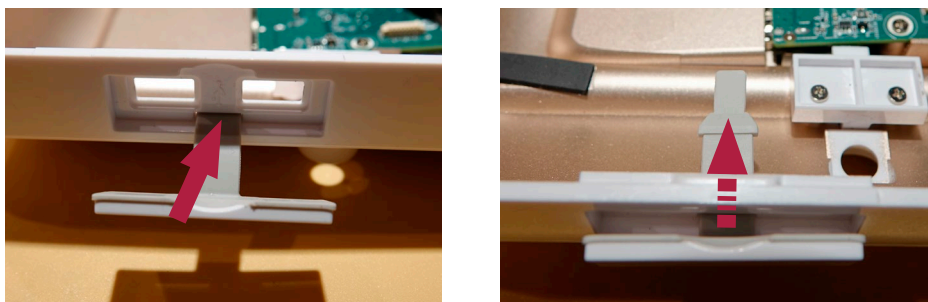

Figure 26 - Installation d'un nouveau capuchon USB
- b) **Insérer le nouveau capuchon USB depuis l'extérieur du boîtier. Pousser doucement l'articulation flexible pour la mettre en place à l'aide d'un tournevis plat, en veillant à ne pas endommager le caoutchouc (Figure 26)**